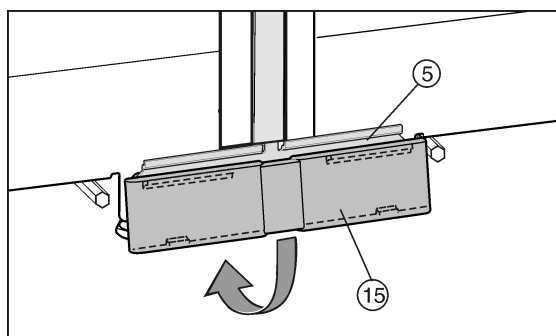

Fig. 28
- Mettre en place le cache Fig. 28 (15) inférieur par le haut sur la tôle de jonction Fig. 28 (5) et le faire encliquer en bas.